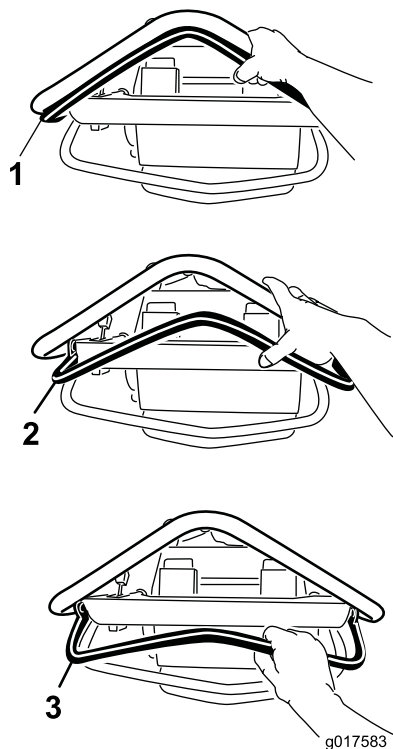

Bild 11
- Stellen Sie den Fahrantriebshebel nach vorne, um vorwärts zu fahren (**Bild 11**). Je weiter Sie den Hebel nach vorne drücken, je schneller fährt die Maschine.
- Ziehen Sie den Hebel nach hinten, um rückwärts zu fahren (**Bild 11**). Je weiter Sie den Hebel nach vorne ziehen, je schneller fährt die Maschine.
- Lassen Sie zum Anhalten den Steuerhebel los (**Bild 11**).